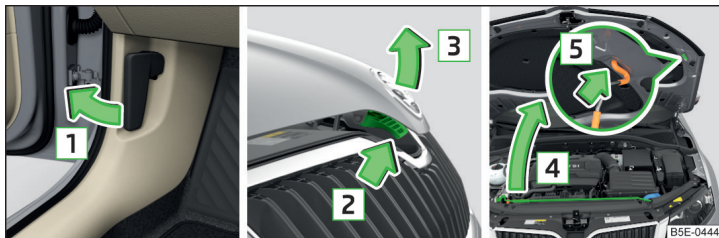

Fig. 194 Deschiderea capotei
- > Deschideți portiera din față și trageți de maneta de deblocare aflată sub planșa de bord în sensul săgeții **1** » fig. 194.